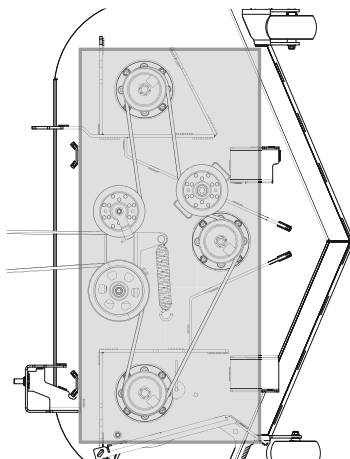

Figure 34
- Nettoyez la partie supérieure du plateau de coupe, la partie sous le couvercle des fusées et la partie autour des courroies. Voir Figure 34.